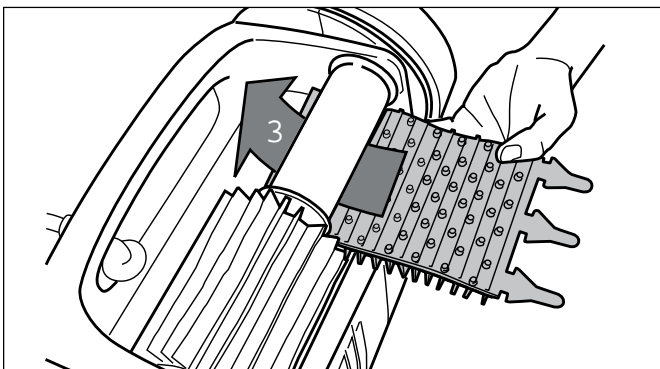

Figura 32. Instale el cepillo nuevo
3. Para instalar un cepillo nuevo, colóquelo en el rodillo con las espigas hacia abajo (Figura 32).